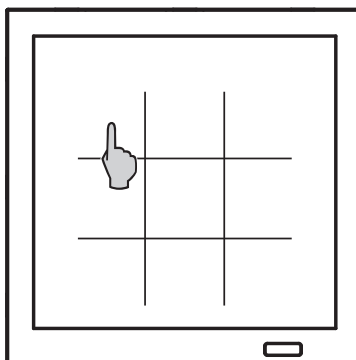
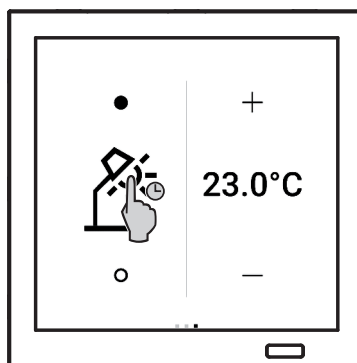

Abb. 8: Bereich/Funktion anzeigen
Abb. 9: Funktion anzeigen
- Icon für Bereich (Abb. 8) im Hauptmenü auswählen.
- Icon für Funktion (Abb. 8) im jeweiligen Bereich auswählen oder in den Favoriten antippen und gedrückt halten (Abb. 9).